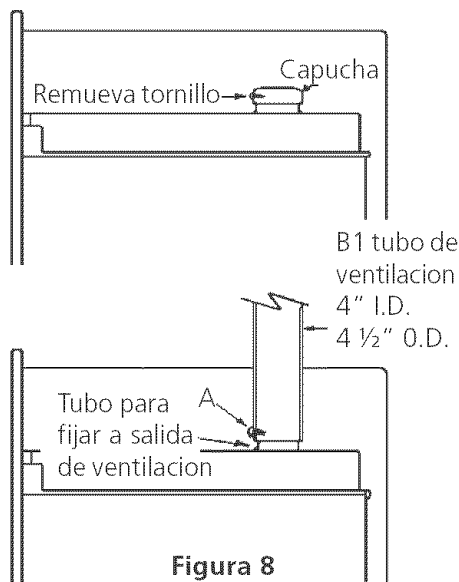

Figura 8
A. Coloque el tubo en la salida de la ventilación y taladre un hueco de $3/32$ " de diámetro en el punto "A" (ver figura 8). La perforación en el tubo debe ser hecha de manera que coincida con la de la salida de la ventilación.
B. Ajuste la tubería de ventilación a la salida de ventilación con un tornillo (ver figura 8).